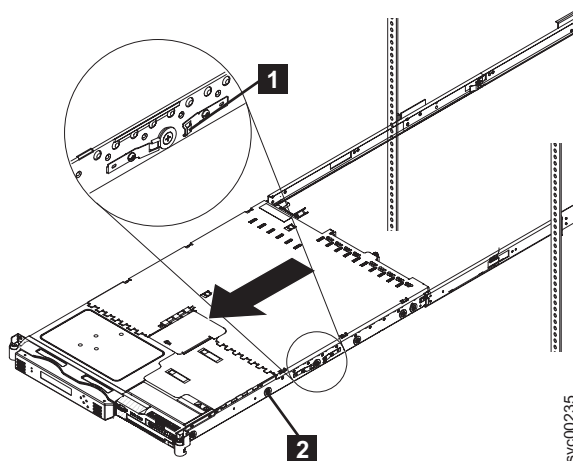

図 108. ラックからの SAN ボリューム・コントローラー 2145-8G4 の取り外し
3. これ以上、スライドがノードを保持しない時点でノードの重量を支えられるように作業者を位置付けてから、SAN ボリューム・コントローラー 2145-8G4 ノードの両サイドにある背面スライド・リリース・ラッチ (512 ページの図 108 の **1**) を押します。